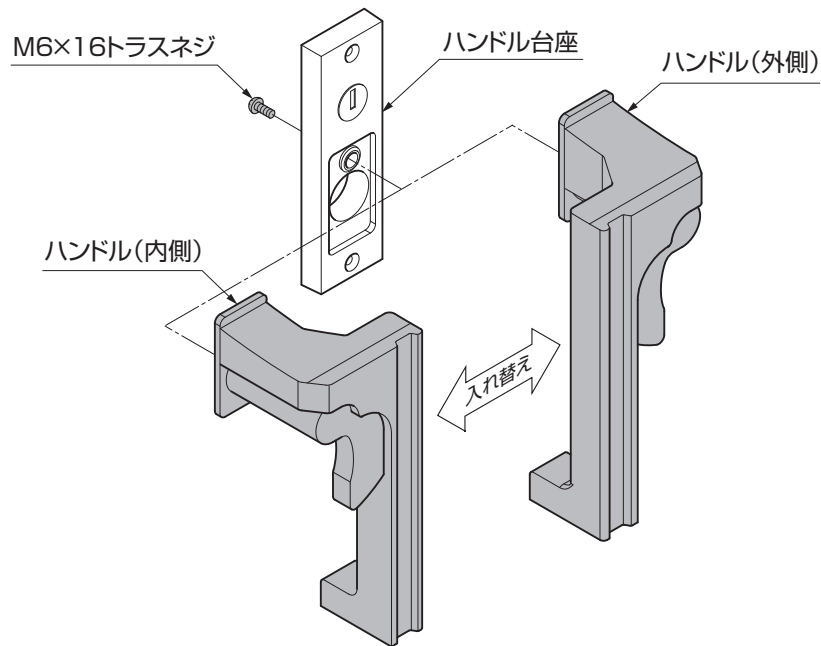

図3-11
①ハンドル(外側)、ハンドル(内側)の台座の裏からM6×16トラスネジを外してハンドルを入れ替えて、M6×16トラスネジで組付けてください。(図3-11参照)
(3) シャフトカバー1の取付け ※(HW・MW型)H12サイズおよび(PG型R)H14サイズの場合